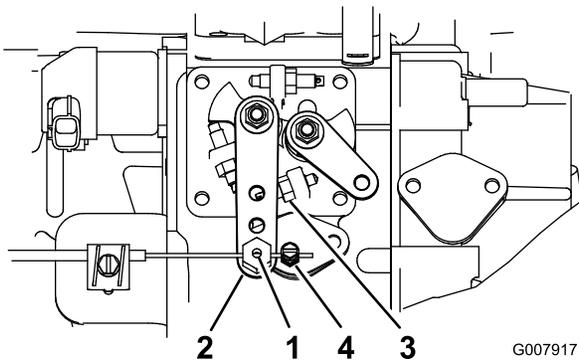

图53
2. 拧松油门拉线接头，接头位于油门拉线上靠近喷射泵控制杆的地方（图53）。
3. 将喷射泵控制杆臂固定到高怠速限位螺栓（图53）上。